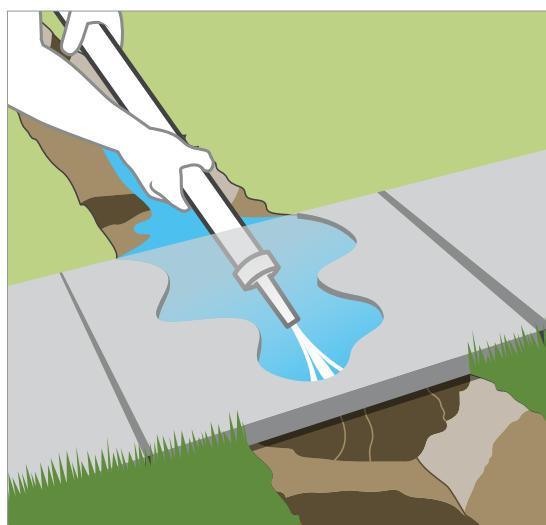

Figura 3
5. Instalação da tubulação sob passarelas ou entradas de veículos: Método de jateamento — Com um adaptador com rosca de tubo para mangueira, conecte uma extremidade do tubo a uma mangueira de jardim e prenda um bocal de mangueira de baixa vazão na outra extremidade. Abra a água e deixe jorrar sob o concreto Figura 3.